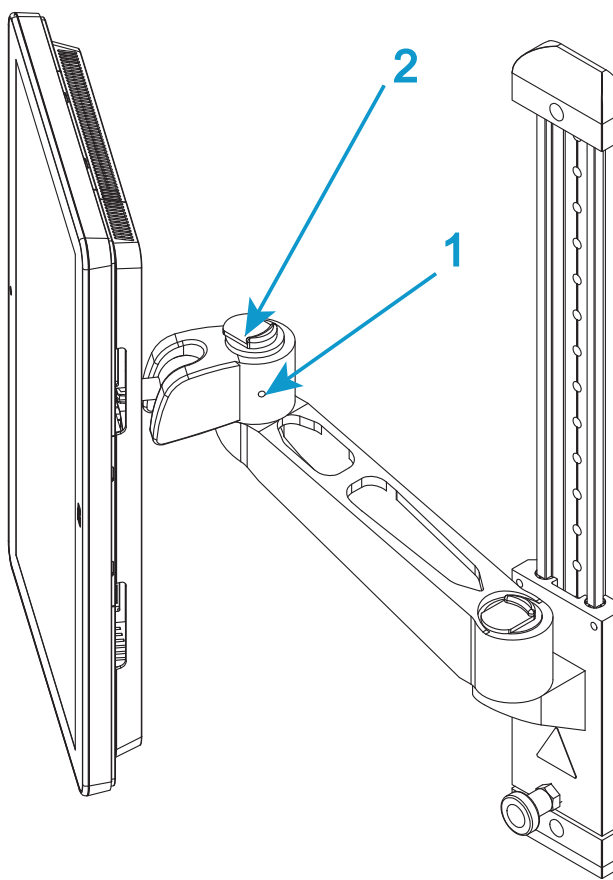
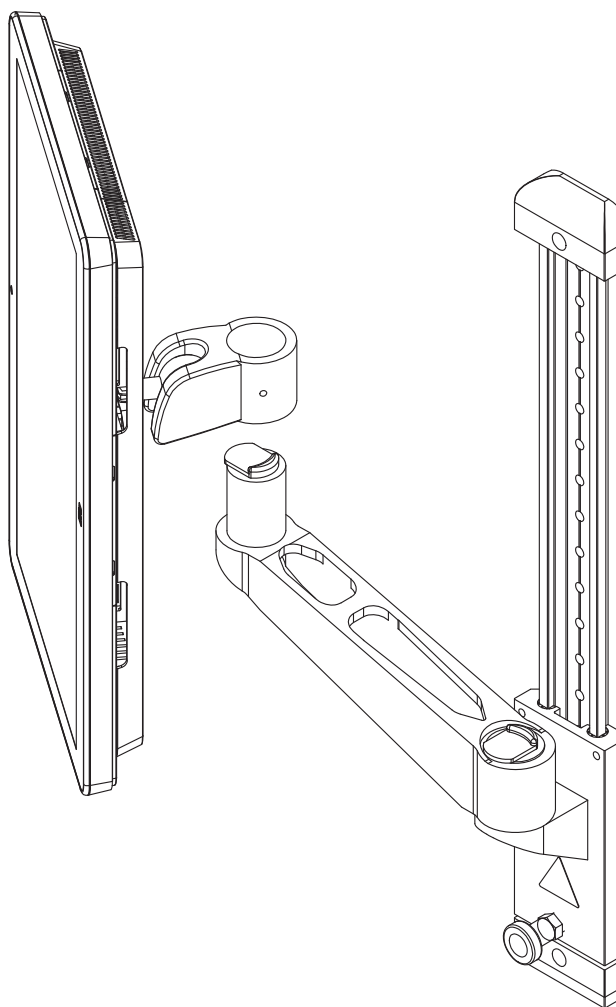

図 12. 取り付けアーム
図13. 持ち上げて取り外す
3. 必要に応じて、取り付けアームの「継手部分」の側面にある固定ねじを緩めます（49 ページの図 12 の 1）。
4. 「継手部分」上部のリリース機構（49 ページの図 12 の 2）を操作して Bluehill® オペレータ ダッシュボードを持ち上げ、取り付けアームから外します（50 ページの図 13）。